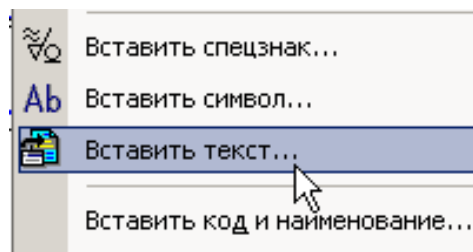

Рис. 11
7. Заполните «Основную надпись» по ГОСТ 2.104-68. В меню выберите **Вставка – Основная надпись** или дважды щелкните по основной надписи. Для заполнения графы «Материалы» поместите курсор в графу, нажмите правую кнопку мыши, из контекстного меню выберите **Вставить текст**, рис. 11.